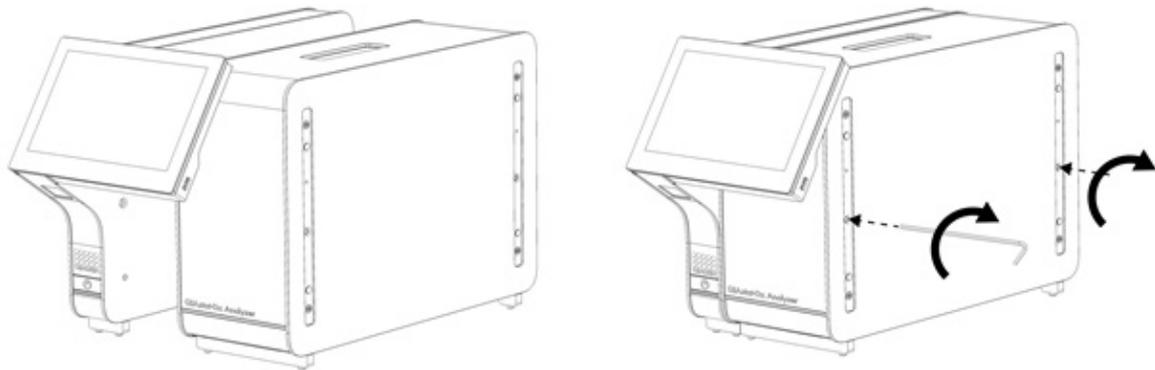

Figure 6. Fixation du module opérationnel au module analytique.
3. Retirez le module opérationnel de sa boîte et fixez-le sur le côté gauche du module analytique. Serrez les vis à l'aide de l'outil d'assemblage du module analytique-opérationnel livré avec le QIAstat-Dx Analyzer 1.0 (Figure 6).